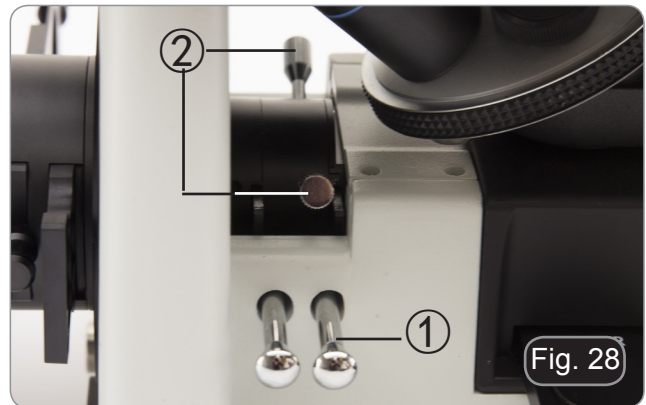

Fig. 28
2. Ziehen Sie den Hebel der Feldblende ① heraus, um die Feldblende vollständig zu schließen. (Fig. 28)
3. Drehen Sie die beiden Zentrierschrauben ②, um das Membranbild in die Mitte des Sichtfeldes zu bringen. (Fig. 28)